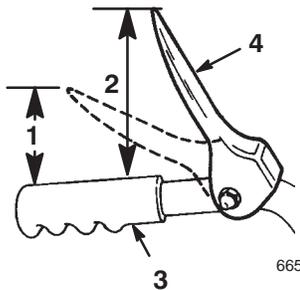

Bild 8
- Überprüfen Sie den Abstand zwischen der Oberkante des Handgriffs und der Unterkante des Betätigungshebels für Schnecke/Gebälserad (Bild 8). Der Abstand sollte circa 10 cm betragen.
Hinweis: Die zum Drücken des Hebels aufzuwendende Kraft erhöht sich merklich, wenn der Antriebsriemen der Schnecke/des Gebälserads vollkommen gespannt ist (ca. die Hälfte des Hebelweges). Die Einstellung ist korrekt, wenn die Kraft, die aufzuwenden ist, zuzunehmen **beginnt** und der Abstand zwischen der Oberkante des Handgriffs und der Unterkante des Betätigungshebels für Schnecke-/Gebälserad 2,5 bis 5 cm beträgt (Bild 8).